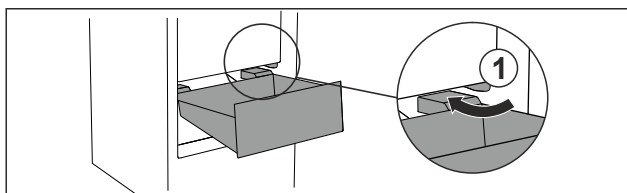

Fig. 105
- ▶ Zásuvku ved'te šikmo podél zářezů Fig. 105 (1).